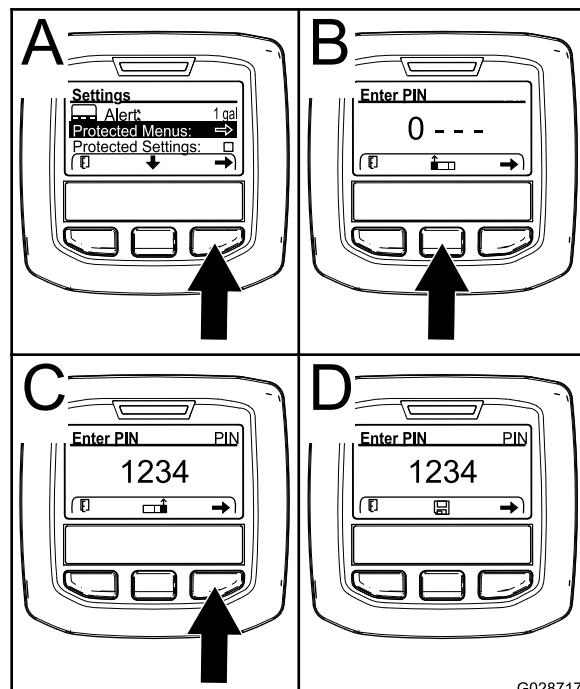

Figure 62
4. Appuyez sur le bouton de sélection droit pour sélectionner les menus protégés (A de Figure 62).
- Appuyez sur le bouton de sélection central (B de Figure 62) pour augmenter la valeur numérique (0 à 9).
- Appuyez sur le bouton de sélection droit (C de Figure 62) pour amener le curseur à la valeur numérique suivante à droite.
- Remarque:** L'icône de sauvegarde s'affiche alors au-dessus du bouton central (D de Figure 62).